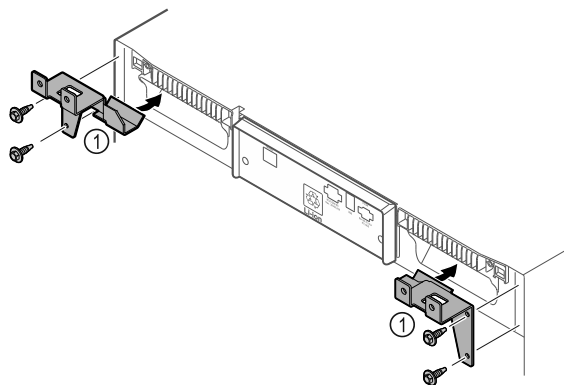

Fig. 51
- ▶ Смонтируйте на устройстве удерживающие элементы Fig. 51 (1), используя самонарезающие винты.